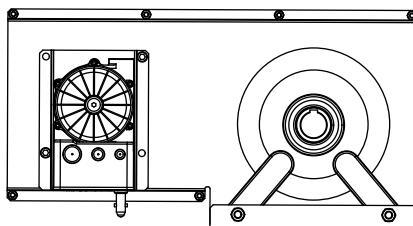

Fig. 4
- A)**- Manovra manuale di soccorso con asta oscillante estraibile, il perno per innesto rapido sia in **posizione verticale** (fig. 4).
- A)**- Manoeuvre de secours avec la manivelle extractible, le tourillon pour l'entonnoir soit en **position vertical** (fig. 4).
- A)**-Maniobra manual de socorro con manivela, el pernío para enganche rápido debe estar en **posición vertical** (fig. 4).